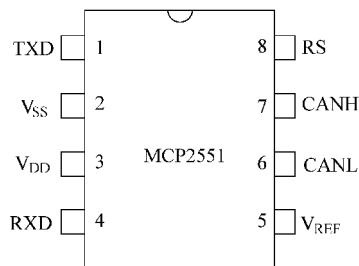

图 11-41 MCP 2551 芯片
- 工业级 (I): $-40 \sim +85^{\circ}\text{C}$
- 扩展级 (E): $-40 \sim +125^{\circ}\text{C}$
- PDIP/SOIC 如图 11-41 所示。